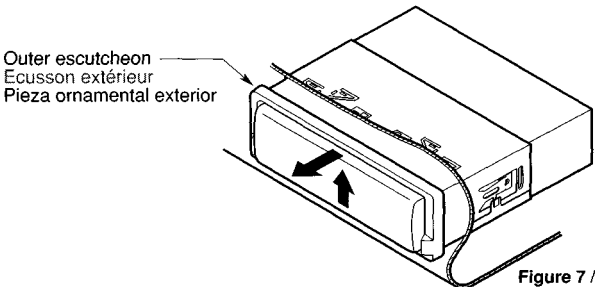

Figure 7 / Figure 7 / Figura 7
- 2 Press the outer escutcheon upward and remove it (Figure 7)
- 2 Presser l'écusson extérieur vers le haut et le retirer (Figure 7)